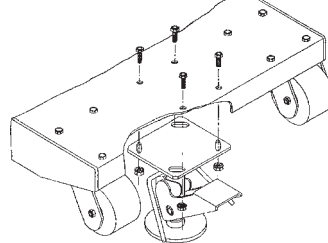

Figure 2
(2) **Modèles hydrauliques de gerbeurs :** Le dispositif de blocage au sol est livré non monté pour éviter qu'il ne soit endommagé en cours de transport. Il doit être mis en place sous la base avant la mise en service. Voir Figure 2.